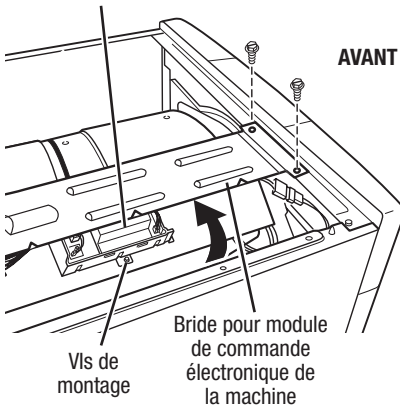

Figure 14a. Détacher le module de commande électronique de la machine de la bride de montage (sur certains modèles).
- 2.** Faire glisser la bride par-dessus le sommet du tambour pour accéder aux connecteurs du module de commande électronique de la machine et à la vis de montage. Voir figure 14a ou 14b, page 55 (selon le modèle).
2. Ôter la vis fixant le module de commande électronique de la machine sur la bride de montage. Voir figure 14a ou 14b (selon le modèle).